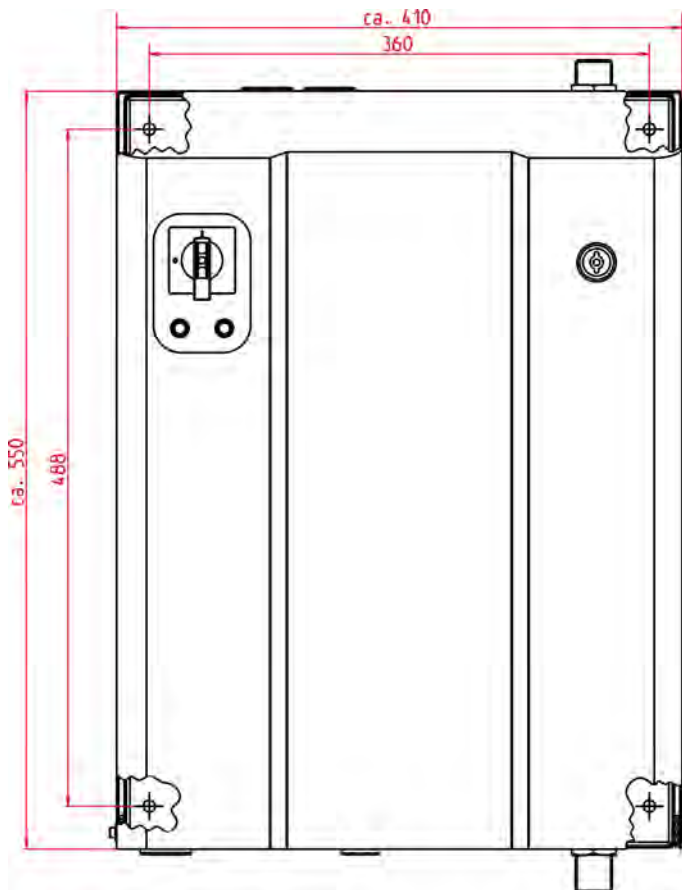

Fig. 3 : Montage mural : Lub-O-Mat Eco
2. ➤ Utiliser une règle pliante pour mesurer les dimensions mentionnées ci-dessus (Fig. 3) pour les trous de forage.